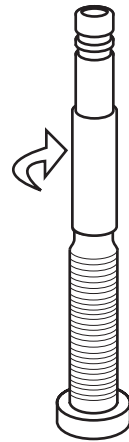

Figura 47. Enrosque el prolongador en la válvula girándolo hacia la derecha.
3. Gire hacia la derecha y con los dedos el prolongador externo para enroscarlo en la válvula. Aviso: No apriete demasiado el prolongador; podría dañarlo (Figura 47).